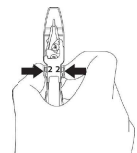

図 2 カバーの取り外し
- ③ カバーのリリースタブ(刻印 2)を矢印の方向につまみながら持ち上げ、カバーをケースから取り外す(図 2)。